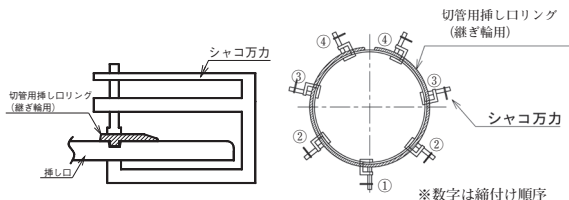

図87 切管用挿しロリングの締め付け
- ② シャコ万力を用いて、図87のように切管用挿しロリング (継ぎ輪用) の分割部の反対側から順次締め付ける。